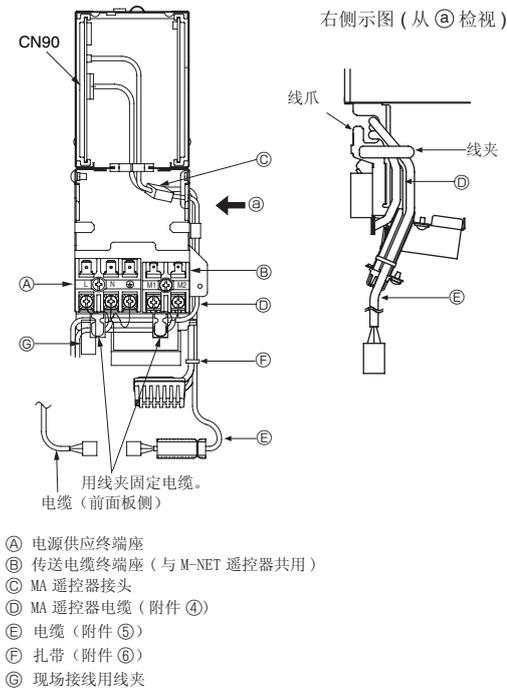

Fig. 5-1
5.1. 室内机组 (Fig. 5-1, 5-2)
- 将随附的电缆 ⑤ 与电气零件盒中控制器板上的 CN90 相连。
- 利用电气零件盒右侧的线夹固定 MA 遥控器电缆 ④ 和电缆 ⑤。
- 利用终端座下侧上使用的电缆固定 MA 遥控器电缆 ④。
- 用随附的扎带 ⑥ 固定电缆 ⑤。